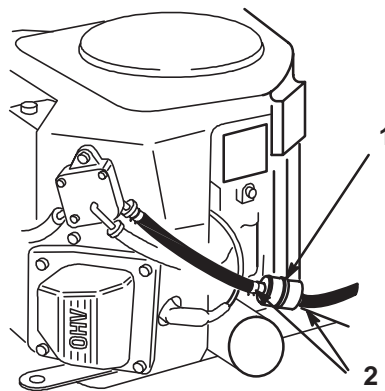

Figure 34
5. Pincez les extrémités des colliers et faites glisser ceux-ci pour les éloigner du filtre (Fig. 34).